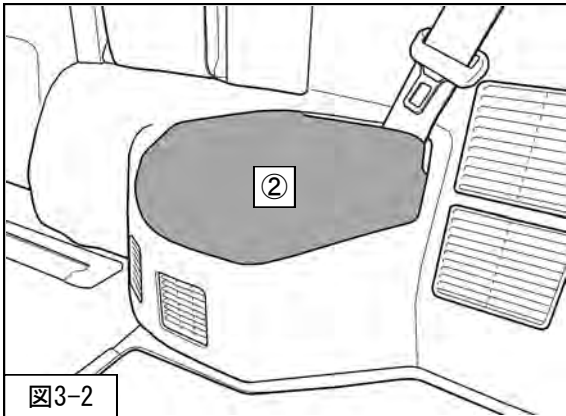

図3-2
を取外してください。（図3-2）
6. ②デッキサイドトリムカバーを車両に取付けてください。(図3-2)
本製品は、フロントサスペンションASSYがストラットタイプ、リアショックアブソーバASSYが標準タイプとなっています。リアの減衰力調整は、デッキサイドトリムカバーを外し（図3-2）、減衰力調整ダイヤル（同梱品）で行ってください。